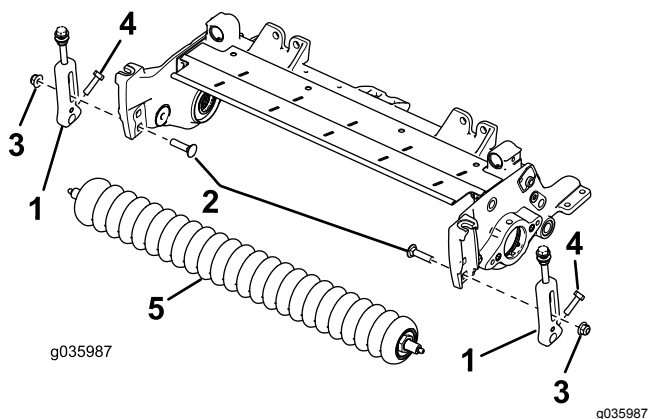

Рисунок 5
6. Выверните каретные болты и контргайки, которые крепят кронштейны высоты скашивания (НОС) к боковым пластинам режущего блока (Рисунок 5).
7. Ослабьте винты крепления кронштейнов высоты скашивания к валу переднего валика (Рисунок 5).
8. Снимите имеющиеся кронштейны высоты скашивания и передний валик с боковых пластин режущего блока (Рисунок 5).